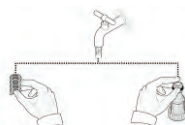

Fig. 34
- > Rincez les différentes pièces sous le robinet (Fig. 34)